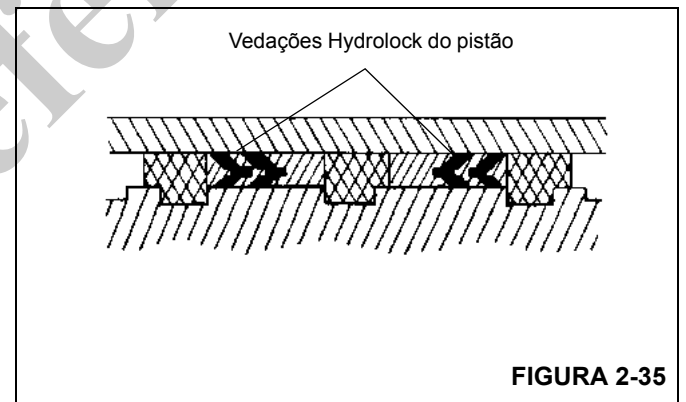

FIGURA 2-35
19. Instale as vedações Hydrolock e os anéis de desgaste no pistão (Figura 2-35).